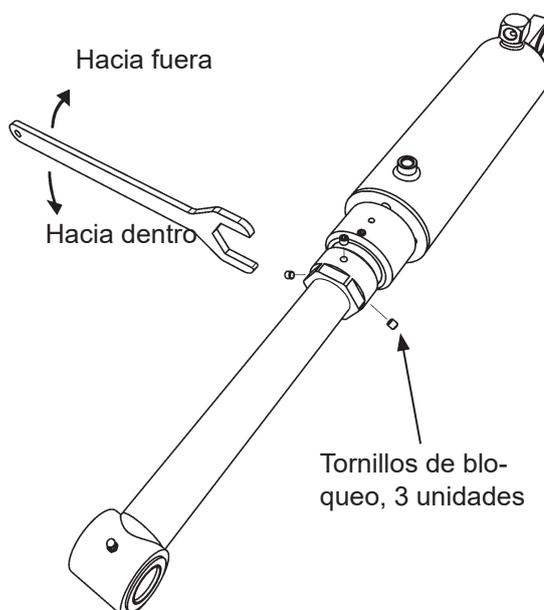

Figura 36. Ajuste del ángulo de basculamiento
5. Aflojar los tres tornillos de bloqueo del segundo cilindro de basculamiento. Figura 36.
6. Girar el manguito de ajuste de modo que el cilindro de basculamiento coincida con la sujeción del puente de elevación. Véase Figura 36.